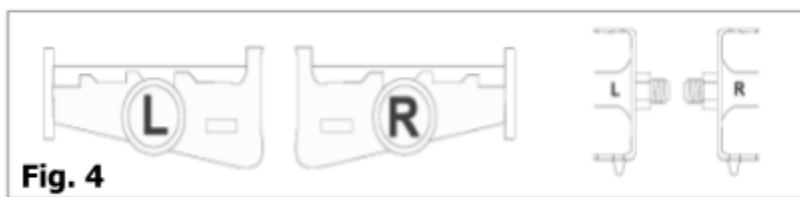

Fig. 4
2. Alignez le tube de direction avec la roue avant (Voir fig.4).
Dévissez les boulons de la poignée de la barre de guidon et retirez la plaque de face (Voir fig. 4).
Chaque pédale est étiquetée avec un « R » (droite) ou un « L » (gauche) sur l'extrémité fileté de l'axe de la pédale. Une installation correcte est cruciale pour éviter d'endommager les bras de manivelle. (Fig. 4)